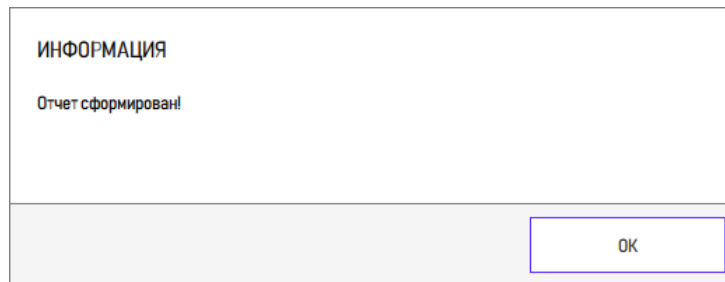

Рисунок 274 – Информационное сообщение
2) В отобразившемся информационном сообщении нажать кнопку «ОК» для закрытия (рисунок 274).